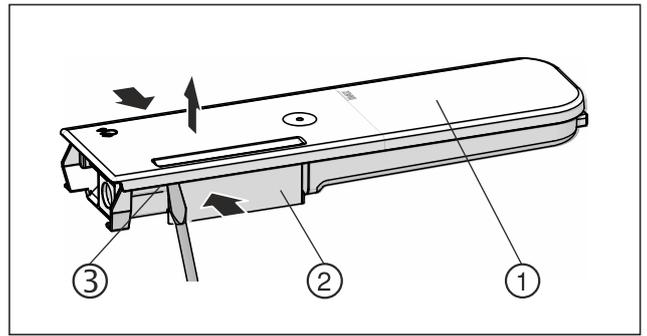

Fig. 146
- Comprimerne il serbatoio dell'acqua Fig. 146 (2) e fare leva con attenzione sul coperchio Fig. 146 (1) sollevandolo dai naselli di arresto Fig. 146 (3).
- Spostare leggermente avanti e indietro il coperchio Fig. 146 (1) e rimuoverlo verso l'alto.